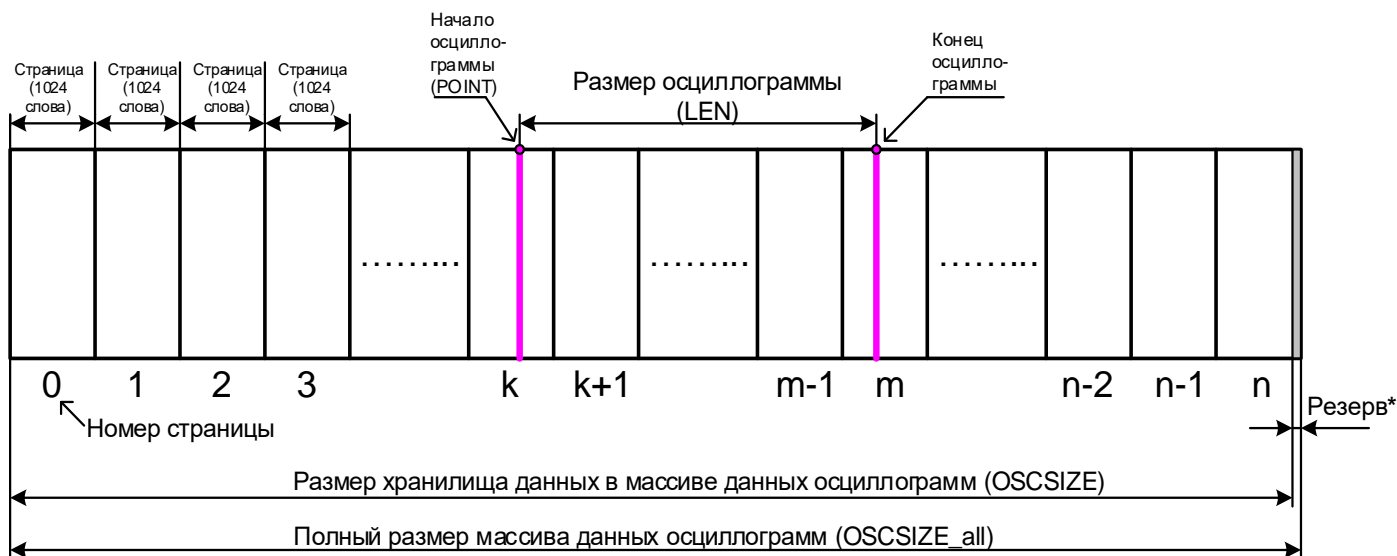

Рисунок 3.1
- определить адрес начала и окончания осциллограммы в массиве данных осциллограмм (см. рисунок 3.1).